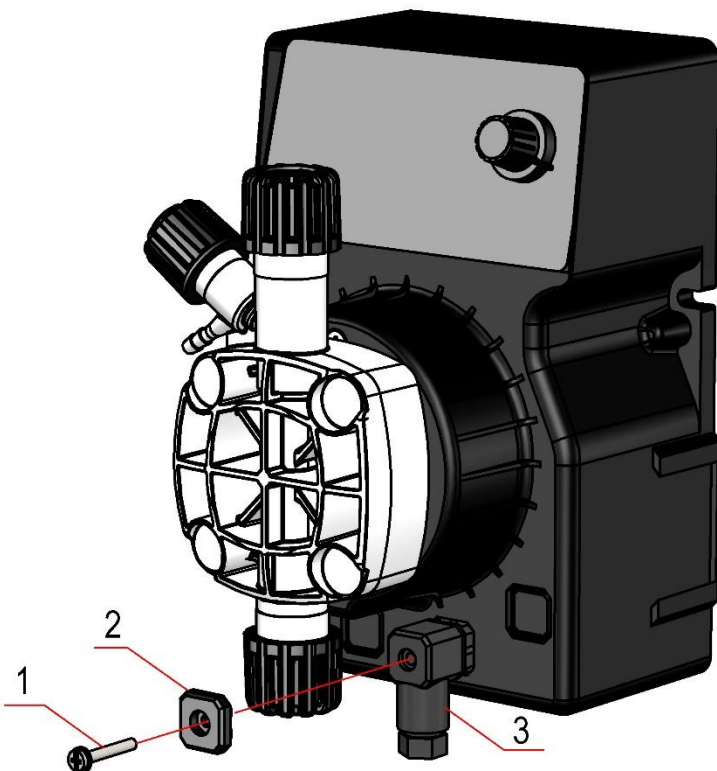
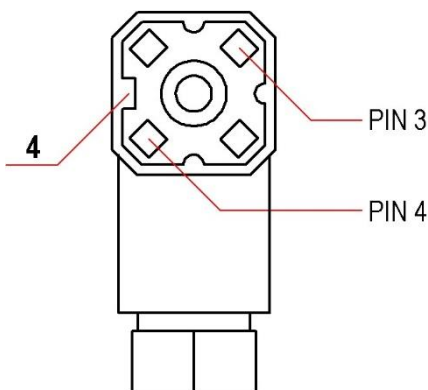

Fig. 9 - Connessione sonda di livello
Fig. 10 – Posizionamento corretto del connettore per sonda di livello.
Nella pompa dosatrice è presente un connettore maschio per il collegamento in ingresso di un interruttore di livello (fornito a richiesta). Per collegare questo accessorio agire con un giravite a punta piatta o a croce di tipo Phillips sulla vite (1) quindi rimuovere il tappo (2) o il connettore (3), a seconda della versione, tirandolo nella direzione della linea rossa, disaccoppiandolo dal connettore maschio presente sulla pompa dosatrice (Fig. 9). Il frutto del connettore (3) deve essere sfilato dal suo contenitore e girato in modo che la sua chiave (4) risulti posizionata come indicato (Fig. 10) per il corretto accoppiamento con il corrispondente connettore maschio montato sulla cassa. Per sfilare il frutto del connettore (3) sfilare la vite (1) e con l'ausilio di un cacciavite a taglio agire sulle due linguette presenti sulla sede dove era presente la vite (1) ed estrarre il particolare. Connettere i 2 fili della sonda livello uno al PIN 3 e l'altro al PIN 4, indistintamente, quindi riassemble il connettore (3). Inserire il connettore (3) sul corrispondente connettore maschio presente sulla cassa e serrare la vite (1).